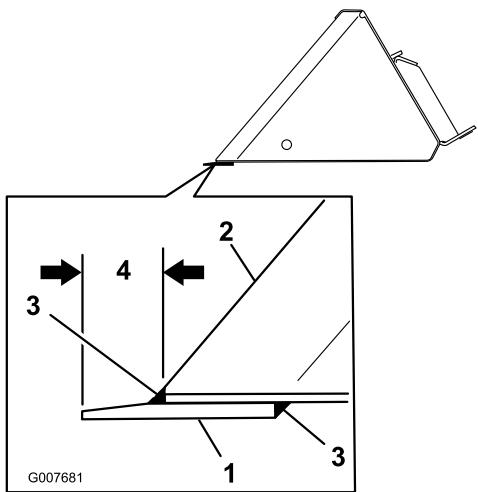

Figure 1
1. Fixez la lame sur la face inférieure avant du godet (Figure 1), en prenant soin de conserver un accès aux joints avant et arrière de la lame pour le soudage.
- Pour les modèles 22409 et 22410, fixez la lame de sorte qu'elle dépasse de 3,2 cm (1-1/4 po) à l'avant du godet (Figure 1).
2. Soudez la lame sur toute la longueur du godet avec une électrode à bas hydrogène aux joints avant/supérieur et arrière/inférieur de la lame (Figure 1) comme suit :
- Pour les modèles 22409 et 22410, utilisez une soudure d'angle de 0,3 cm (1/8 po) (Figure 1).